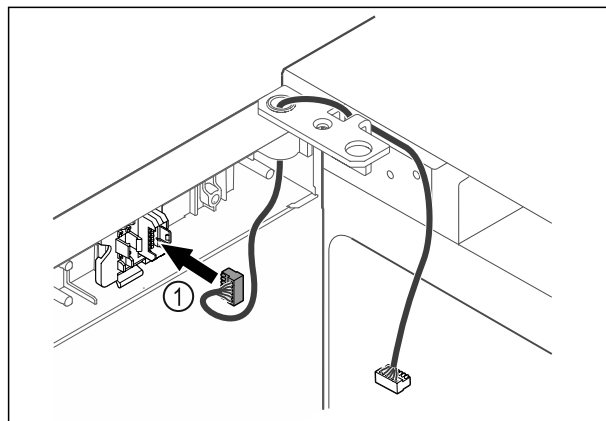

Fig. 40
- ▶ Zasuňte zástrčku Fig. 40 (1) do držáku zástrčky.